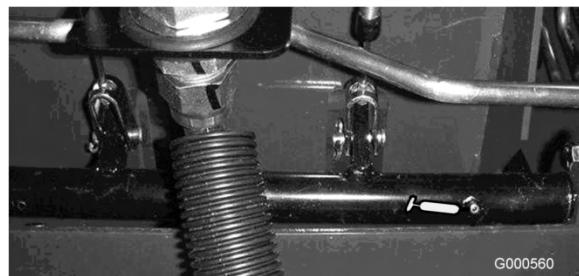

Bild 22
- Bremsstangen-Drehlager (5) (Bild 22)